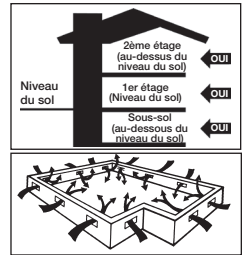

Figure 1
- Les vides sanitaires doivent se trouver à un minimum de 46 cm (18 po) entre le sol et le dessous des solives. Il est fortement recommandé d'utiliser un pare-vapeur consistant en un tapis de sol en une pellicule de polyéthylène noire de 6 à 20 mils dont les joints se chevauchent sur 15 cm (6 po) et sont fixés au moyen de ruban adhésif résistant à l'humidité. Le pourtour du vide sanitaire doit être pourvu d'un périmètre de ventilation équivalent à 1,5% de la surface au minimum. Les événements doivent être correctement placés de façon à assurer une ventilation transversale (figure 1). Selon les besoins, les codes locaux ont préséance.